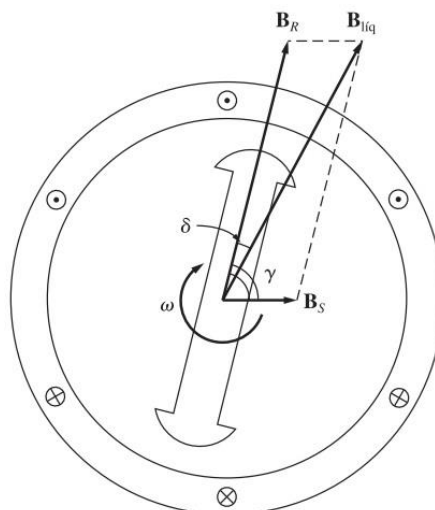

FIGURA P3-1
- 3.8** Se uma máquina CA tiver os campos magnéticos do rotor e do estator mostrados na Figura P3-1, qual será o sentido do conjugado induzido na máquina? A máquina está operando como motor ou como gerador?